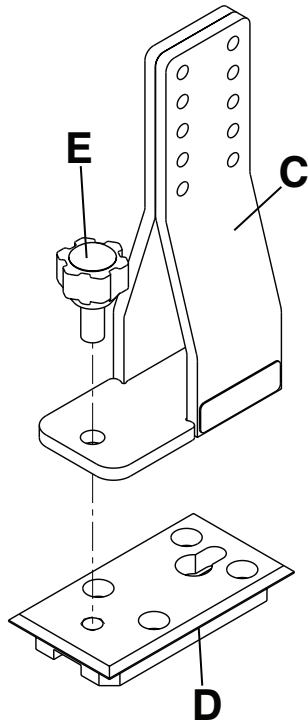

Figure 13 – Fixer le support du rail
8. Positionner le support du rail (C) sur la plaque de montage sur plancher (D) (Figure 13).
10. Fixer solidement en serrant l'un des boutons rouges (E) (Figure 13).